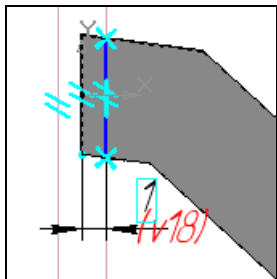

Рис. 17.28. Эскиз траектории выреза
- ♦ выделите ЛК верхнюю плоскость, как на рис. 17.28, и создайте на этой плоскости эскиз траектории выреза относительно передней грани;